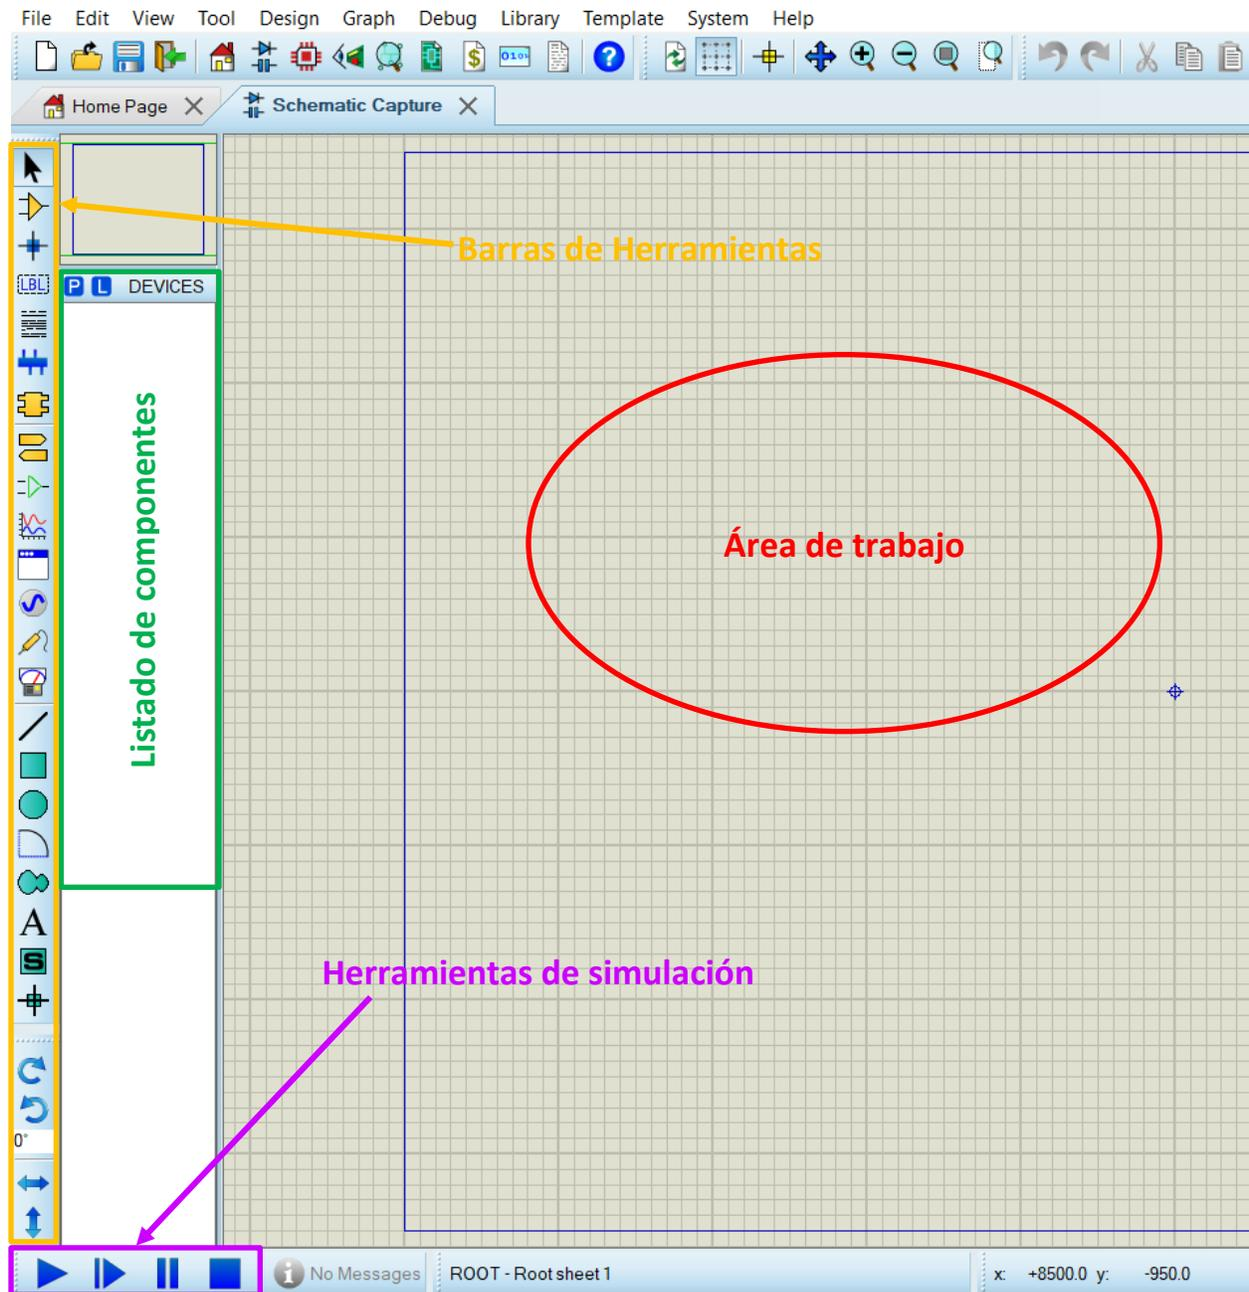

Figura 1.2. Ambiente de trabajo.
2. En la figura 1.2 se presenta el área de donde se pueden colocar los componentes, además se cuenta con las herramientas de edición y simulación.
4. En el listado de componentes, que se muestra en la figura 1.2, identifique el botón marcado con la letra “P” (*Pick Devices*) Para abrir la ventana del mismo nombre.
- Para iniciar la simulación del circuito, pausarla o detenerla puede usar los botones correspondientes en las herramientas de simulación, como se observa en la figura 1.2.